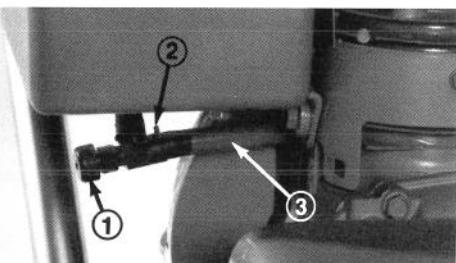

Abb. 23
1. Benzinhhahn unten am Motor schliessen (Abb. 23).
3. Die Klammer, welche die Benzinleitung auf dem Hahn festhält, lösen und die Leitung vom Hahn heruntergleiten (Abb. 23).